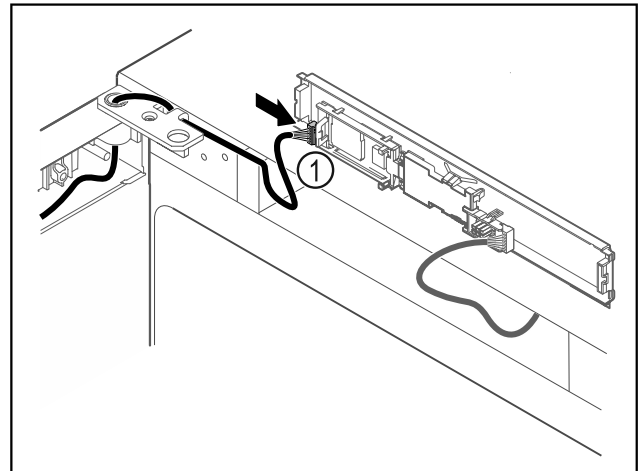

Fig. 60
- Připojte zástrčku Fig. 60 (1) na desku.